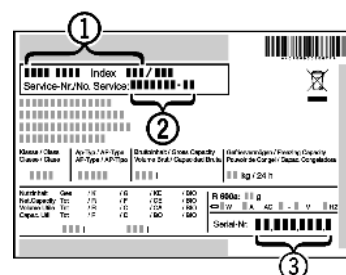

Fig. 52
- ▶ Apparaataanduiding Fig. 52 (1), servicenummer Fig. 52 (2) en serienummer Fig. 52 (3) van het typeplaatje aflezen. Het typeplaatje bevindt zich aan de binnenkant van het apparaat.